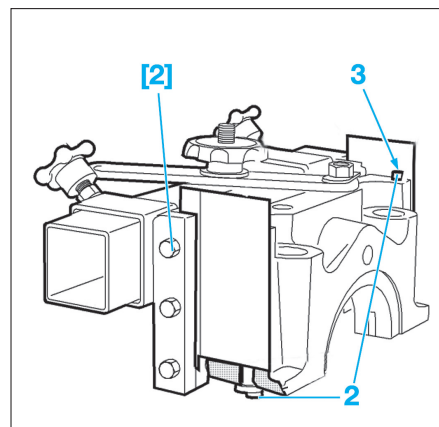

FIG. 49
- Positionner le palier n°1 sur l'outil de centrage [2] avec les joints latéraux (2) (Fig.49).